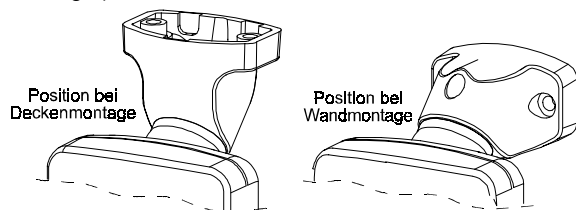

Abb. 7: Position des Halters für Wand- und Deckenmontage
E. Schwenken Sie den Halter in die erforderliche Position (siehe Abbildung 7) ohne die Fixierschraube festzuziehen.